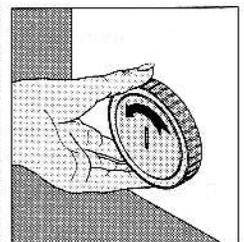

Bild 2
- um 45° nach links drehen (Bild 2), noch einmal drücken und weitere 45° nach links drehen